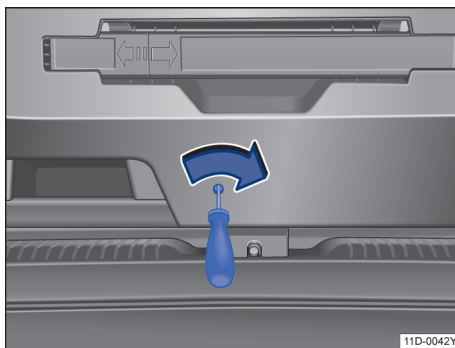

图 56 行李厢应急解锁
- 用长型工具插入槽口沿箭头方向拨动行李厢盖→图 56 应急解锁装置，同时将行李厢盖向外推，直到其打开。